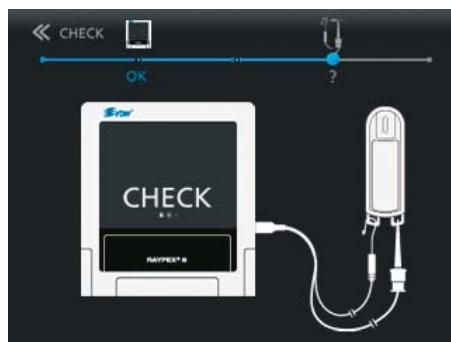

Rys. 32 Podłączanie kabla pomiarowego
- Kabel pomiarowy podłączyć do urządzenia (rys. 32).